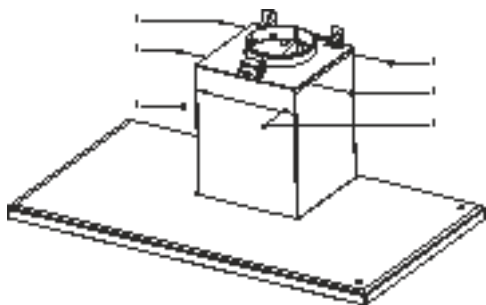

Abbildung 1
Für den Umtausch des Motors, die Schachte demontieren, danach die 6 Schrauben(1) die auf der Motorbox abschrauben (Bild 1) und alle Kabel von der Elektronik lösen.